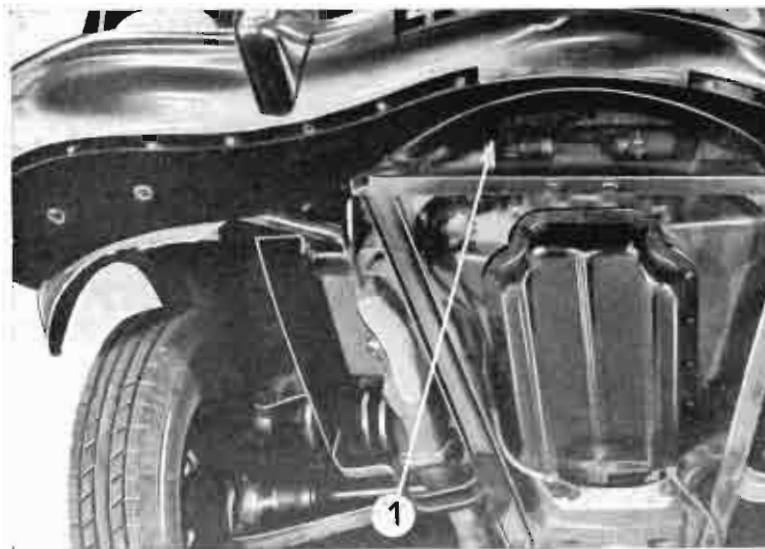
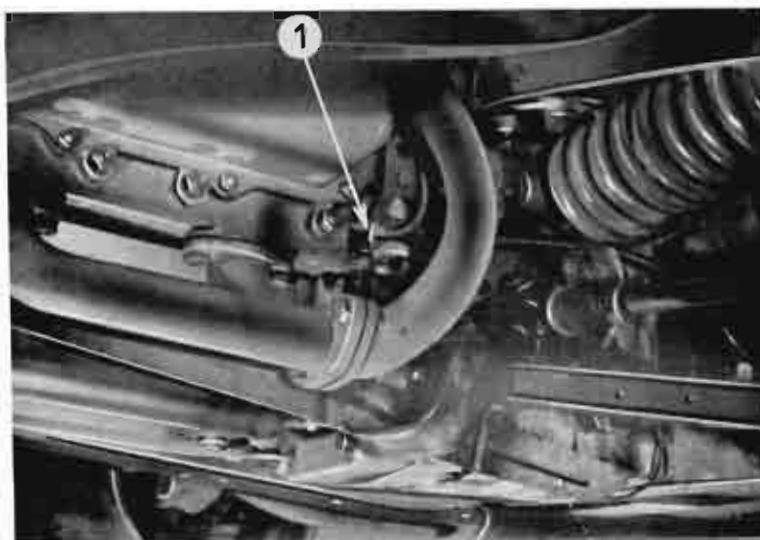

Fig. 30
Fig. 31
Pour vidanger le radiateur, enlever le bouchon, ouvrir le robinet (1) (fig. 30), et pour les culasses ouvrir les robinets (1) (fig. 31) à l'aide de la clé fournie avec l'outillage.